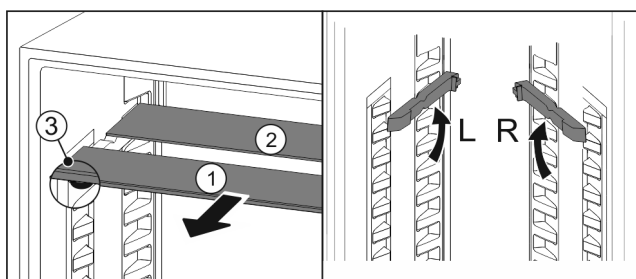

Fig. 125
- ▶ Издърпайте Fig. 125 (1) поотделно стъклените плочи напред.
- ▷ Стъклената плоча Fig. 125 (1) с декоративната лайстна е отпред.
- ▷ Ограничителите Fig. 125 (3) сочат надолу.